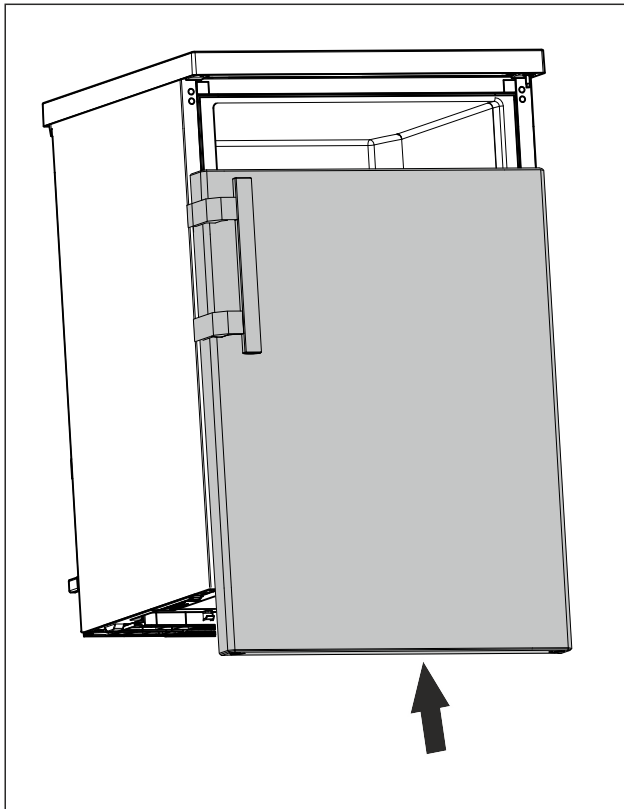

Fig. 15
- Työnnä ovi suljettuna ylemmän pulttiin. (katso Fig. 15)